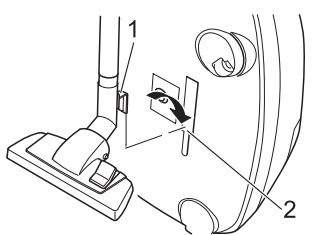

Abb. 17
■ Zum **Aufbewahren** können Sie den Park-/Verstauhaken (Abb. 17/1) in die Verstauhalterung (Abb. 17/2) unten am Bodenstaubsauger einhängen.